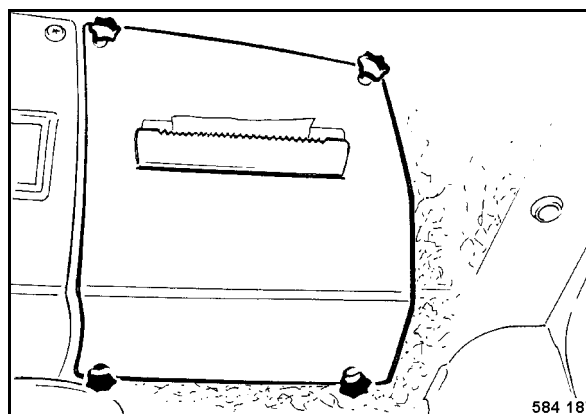

Fig. 87
- Desenroscar las empuñaduras de estrella (Fig. 87) y retirar la cubierta.